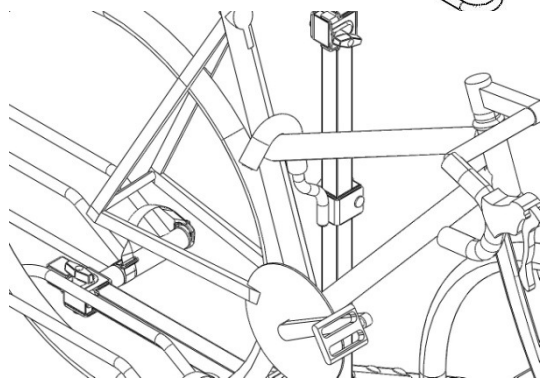

FIGURE 11
7. Dans le cas de vélos dont les cadres sont inclinés (p.ex. tube de traverse en angle des vélos pour femmes), placer le crochet de cadre à l'intersection du tube vertical et du tube incliné pour prévenir le glissement pendant le transport. (Fig. 11)